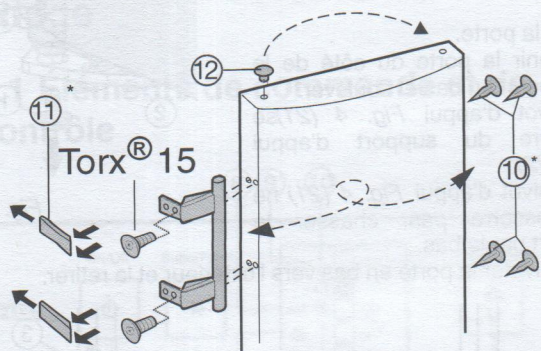

Fig. 7
- Enlever le bouchon Fig. 7 (12) du coussinet de la porte et le permuter de l'autre côté.
- Démonter la poignée de porte, le bouchon Fig. 7 (10) et les plaques d'appui Fig. 7 (11) puis les repositionner sur le côté opposé.